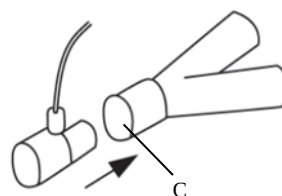

図 1
1. エアウェイアダプタの小径部を呼吸回路の Y ピースに接続する (図 1 参照)。